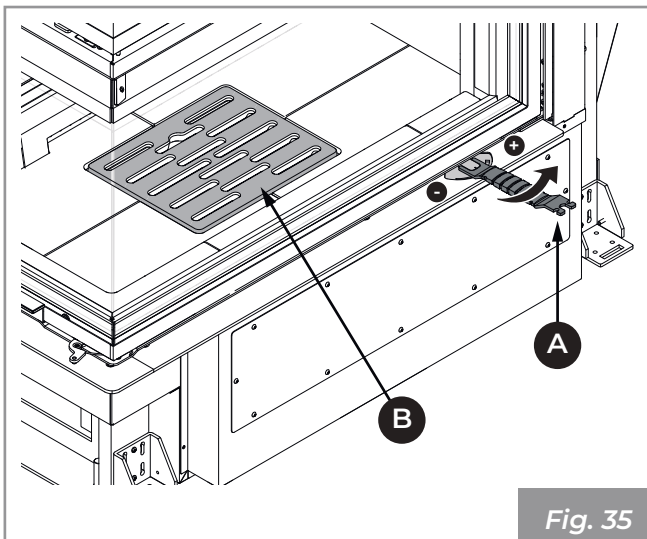

Fig. 35
- En utilisant la poignée froide fournie (A) ouvrir au maximum (+) le réglage de l'air primaire (Fig. 35).
- Poser avec précaution les pièces de bois dans la chambre de combustion en prenant soin de ne pas couvrir totalement les fentes de la grille (B) (Fig. 35).
- Réduire l'ouverture de la prise d'air en utilisant la poignée froide prévue à cet effet (A) (Fig. 35) uniquement lorsque une bonne braise s'est formée.